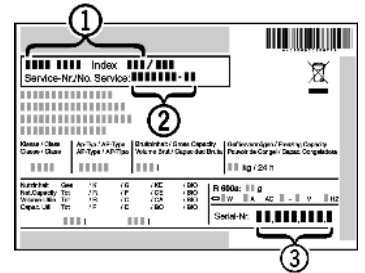

Fig. 56
- ▶ Identificați denumirea aparatului Fig. 56 (1), numărul de service Fig. 56 (2) și numărul de serie Fig. 56 (3) pe marca de fabricație. Marca de fabricație se află pe partea stângă în interiorul aparatului.